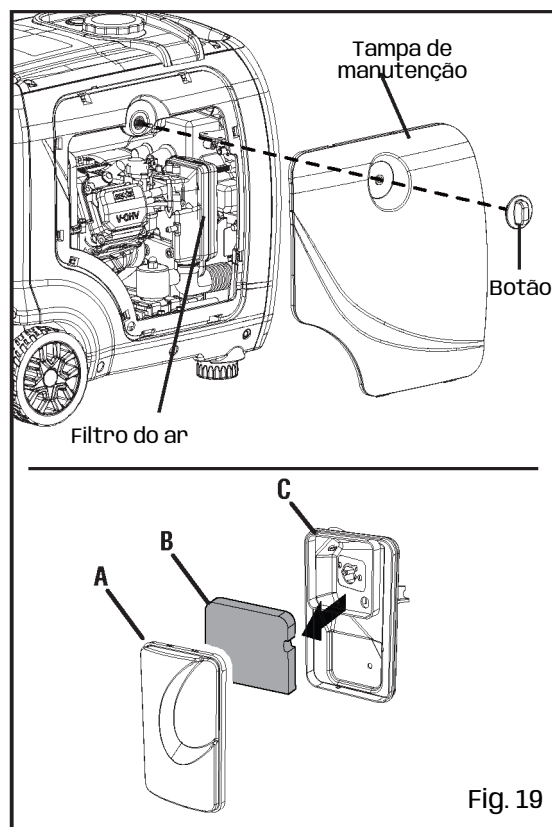

Fig. 19
2. Retire a tampa do filtro do ar (Fig. 19). Retire o filtro do ar em forma de esponja da caixa. Limpe o excesso de óleo e qualquer sujidade do interior da caixa do filtro de ar.
1. Desaperte o botão da tampa de manutenção e retire a tampa do painel lateral (Fig. 19).